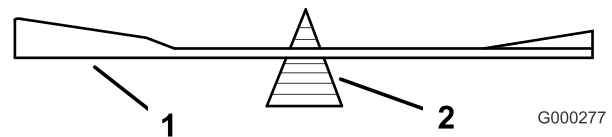

Figure 52
2. Vérifiez l'équilibre de la lame en la plaçant sur un équilibreur (Figure 52). Si la lame reste horizontale, elle est équilibrée et peut être utilisée. Si la lame est déséquilibrée, limez un peu l'extrémité de la partie relevée seulement (Figure 52). Répétez la procédure jusqu'à ce que la lame soit équilibrée.